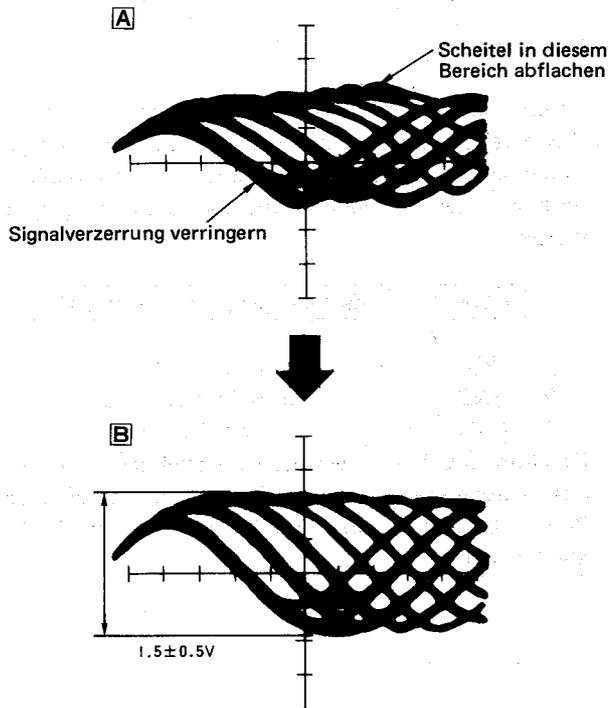

Abb. 21 **A** – HF vor Einstellung von J
Zunächst die Sechskantschraube mit dem Schlüssel nach links oder rechts drehen, damit das HF-Signal gemäß Abbildung 21 von A nach B überwechselt.
- 6) Prüfen, ob der HF-Pegel nach Einstellung des Jitter im Bereich $1,5 \pm 0,5$ V liegt (Abbildung 21 B) (Überschreiten oder Unterschreiten der Toleranz ist nicht zulässig.)
- 8) STOP-Taste des Plattenspielers drücken, dann PLAY-Taste drücken, um Spur Nr. 1 zu wiederholen. Als nächstes drückt man die Taste REPEAT und dann die Sprungtaste rückwärts, so daß Spur 95 – 99 (bei einer normalen Platte der äußere Rand) abgespielt werden. Das HF-Signal auf Spur Nr. 1 (Innenrand der Platte) und Spur Nr. 95 – 99 darauf prüfen, ob der Bereich von $15 \pm 0,5$ V eingehalten und das HF-Signal so deutlich ist wie in Abbildung 21 B).